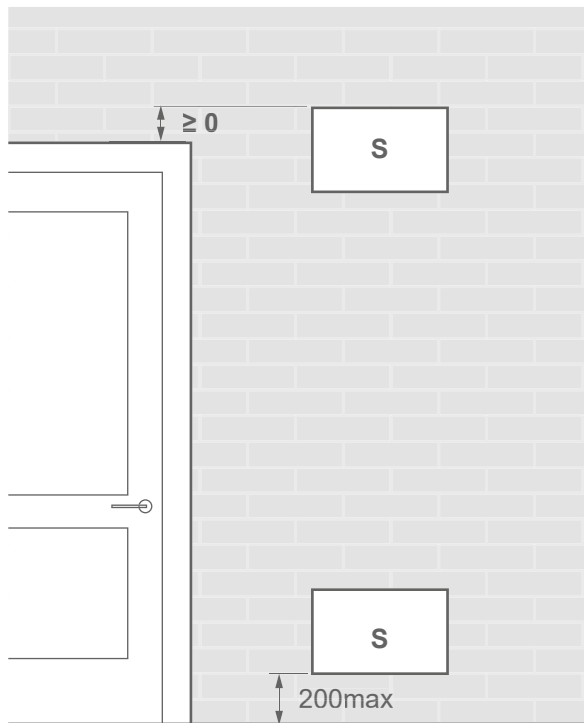

fig. 23 - Position des ouvertures pour la ventilation
- Le local bénéficie d'une aération naturelle vers une autre pièce dont la somme des volumes des deux pièces est supérieur à "charge totale fluide" (en kg) / 0.3kg/m³. Les aérations entre les deux pièces étant assurée par des ouvertures d'au moins : voir *fig. 23 et fig. 22*.